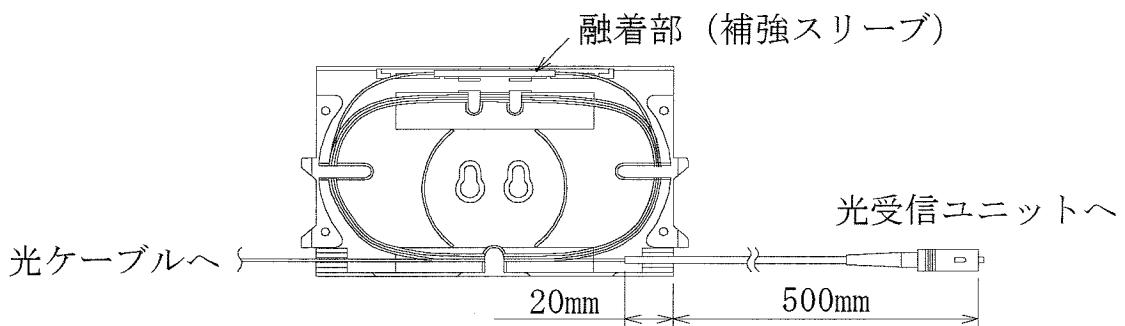

図 14 光ファイバーの加工寸法とトレイへの収納
7.4.3 引き込んだ光ファイバー心線に付属のコネクター付き光ファイバーコードを融着します。光ファイバーコードの加工寸法は図 14 を参照してください。